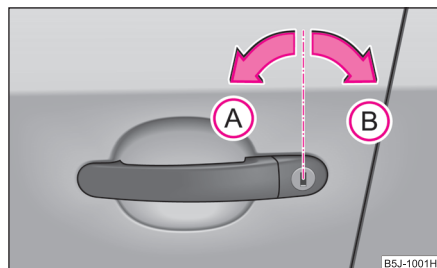

Fig. 21 Pozițiile cheii pentru încuiere și descuiere
– Rotiți cheia în încuietoria ușii conducătorului auto în poziție de descuiere **(A)** ⇒ fig. 21 spre stânga.
– Rotiți cheia în încuietoria ușii conducătorului auto în poziție de încuiere **(B)** spre dreapta ⇒ fig. 21.